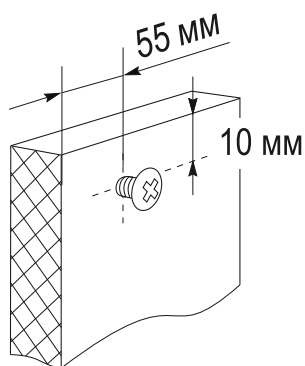

рис. 1
1. Ввернуть, не затягивая, 4 самореза по краям тумбы с внутренней стороны стенок, отступив 10 мм от верхнего края и 55 мм от бокового края стенки (рис. 1), и не доворачивая саморезы до конца на 3 мм.